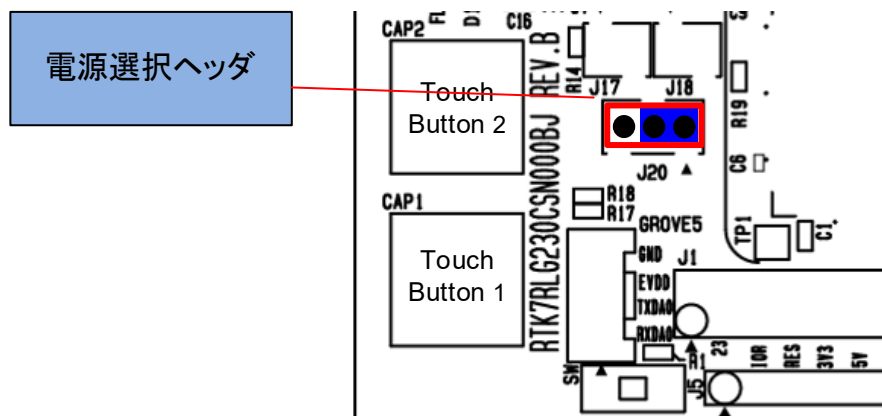

図 8-10: 5V 使用時のヘッダ設定(部品面)
- ・ J20 1-2 ショート：5V 電源を選択。出荷時初期設定。(図 8-10)